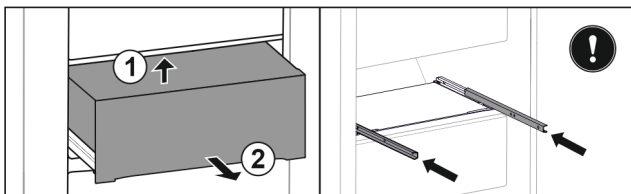

Fig. 99
- ▶ Повдигнете чекмеджето отдолу отзад. Fig. 99 (1)
- ▶ Извадете чекмеджето напред. Fig. 99 (2)